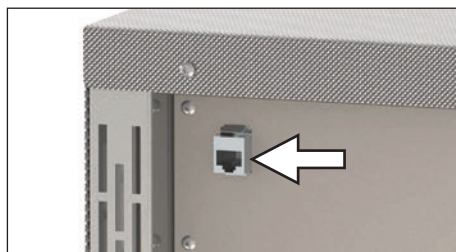
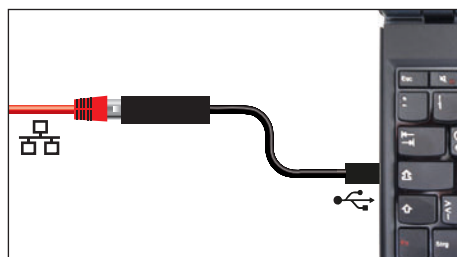

Fig. 4 Ethernet-grænseflade
Fig. 7 Ethernet–USB-konverteringsenhed
Ethernet-grænsefladen er beregnet til enheder, der opfylder kravene iht. IEC 60950-1. Via en Ethernet-grænseflade kan enheden sluttes til et netværk, og protokoller kan udlæses med softwaren AtmoCONTROL (ekstraudstyr). Ethernet-grænsefladen er placeret bag på enheden (Fig. 4).
- ▶ USB-Ethernet-konverteringsenhed (Fig. 7). Hermed er det muligt at forbinde enhedens netværkstilslutning (se side Fig. 4) med USB-tilslutningen på en PC/bærbar computer.